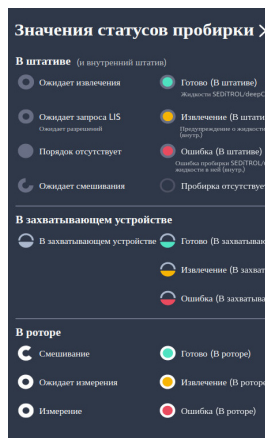

Рисунок 16
- 2. Обозначение образцов:** цветовой обозначение статуса образцов в приборе (рис. 16).
- 9. Статус образца:** каждый кружок указывает на позицию образца. При прикосновении к любому из кружков отображается информация об образце, находящемся в данной позиции. Цвет кружков показывает статус образцов, а цветовой обозначение образцов (рис. 16) можно посмотреть, коснувшись значка со знаком вопроса (2) в верхнем правом углу основного экрана.